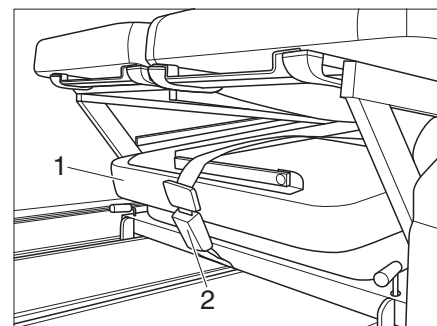

Fig. 8 Stivaggio della prolunga del letto
Durante il viaggio, la prolunga del letto deve essere fissata con la cintura di sicurezza (Fig. 8,2)!
- Stivare la prolunga del letto (Fig. 8,1) sotto il divanetto e fissarla con la chiusura della cintura (Fig. 8,2).